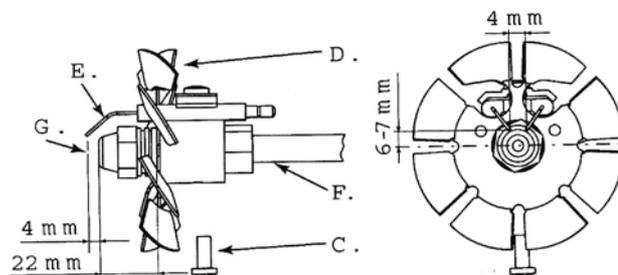

Рис.14
Пояснения к Рис.14:
- Прочистите огневой диск (D рис.14) и электроды (E рис.14)
- Отвинтите форсунку (G рис.14) от держателя форсунки (F рис.14), почистите ее и если необходимо – замените.
- Вставьте форсунку в ее держатель (G рис.14);
- Разместите электроды как показано на рис. 14
- 4) Грязь на огневом диске или трубке (см. рис. 14)